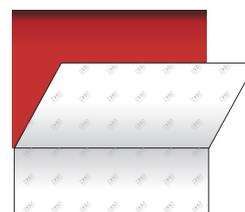

Figure 06
- Enlever alors la charnière, afin de continuer le retrait du liner, en fonction des surfaces rencontrées (cf sous paragraphes suivants). (FIG. 06)